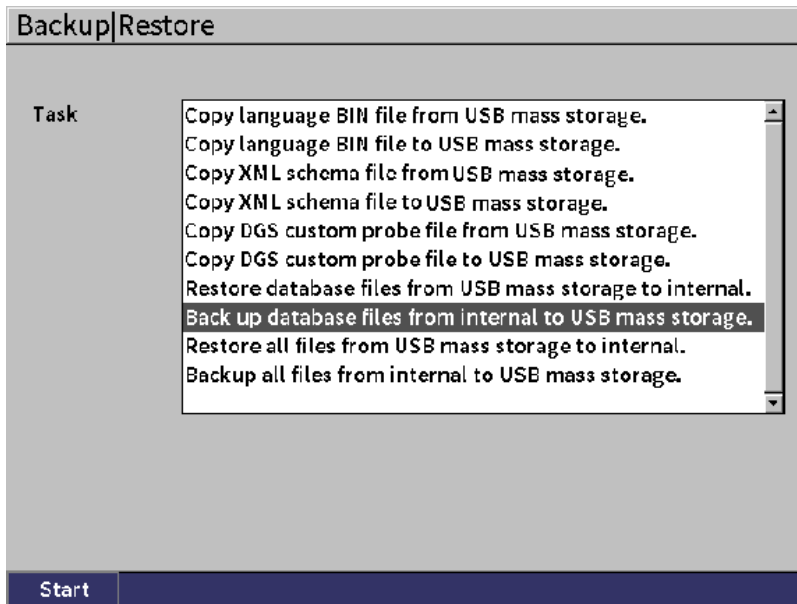

Рис. 9-24 Страница настройки Копировать|Восстановить
1. Откройте страницу настройки **Коп | Восст** (см. Рис. 9-24 на стр 134).